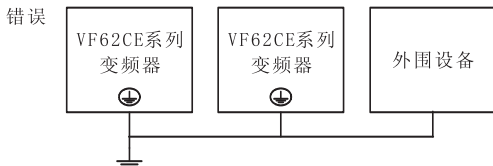

图 3-4 接地线连接方法
- ① 接地端子 ，请务必接地。
- ② 接地线切勿与焊接机或动力设备共用。
- ③ 接地线请按电气设备技术标准所规定的导线线径规格，并与接地点尽可能短。
- ④ 同时使用两台以上变频器的场合，请勿将接地线形成回路。正确接地方法与错误接地方法如图 3-4 所示。